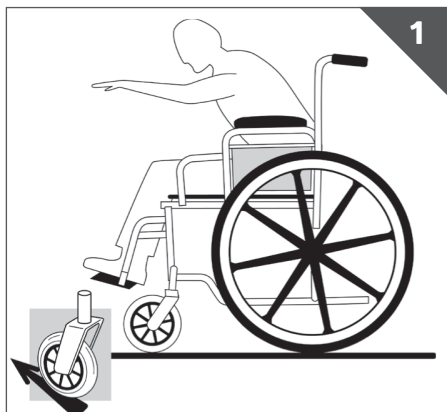

Fig. 1
- Avant de se pencher vers l'avant, s'assurer que les roulettes avant sont dirigées vers l'avant (Fig. 1). Cela maximise la surface de base des roues et aidera à stabiliser le fauteuil.